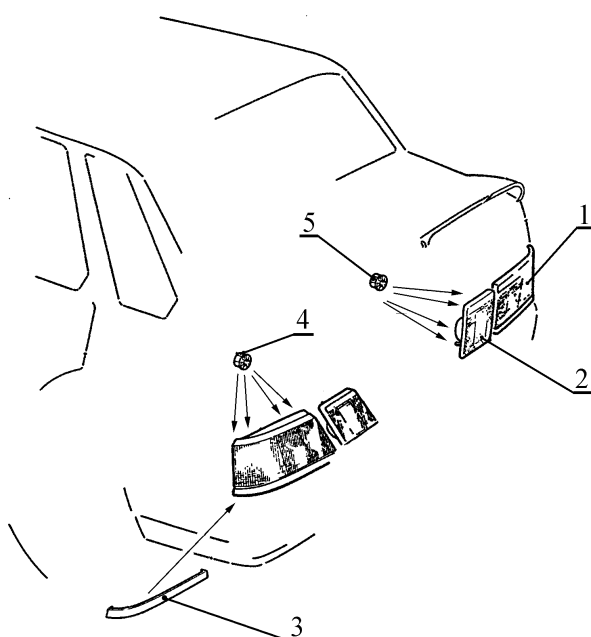

Рис.2. Фонари задние а/м
2.1 Отвернуть четыре гайки 1, рис. 1, рис. 2, бокового крепления бампера 4 переднего или заднего к кузову (ключ гаечный 10).
2.3 Отвернуть шесть (четыре для заднего бампера, рис. 2) винтов 3, снять боковые кронштейны 2 с бампера в сборе (отвертка крестообразная).